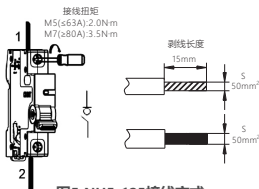

图5 NH5-125接线方式
5.4 适用于铜导线连接，导线选择见表1，接线方式及剥线长度如下图5